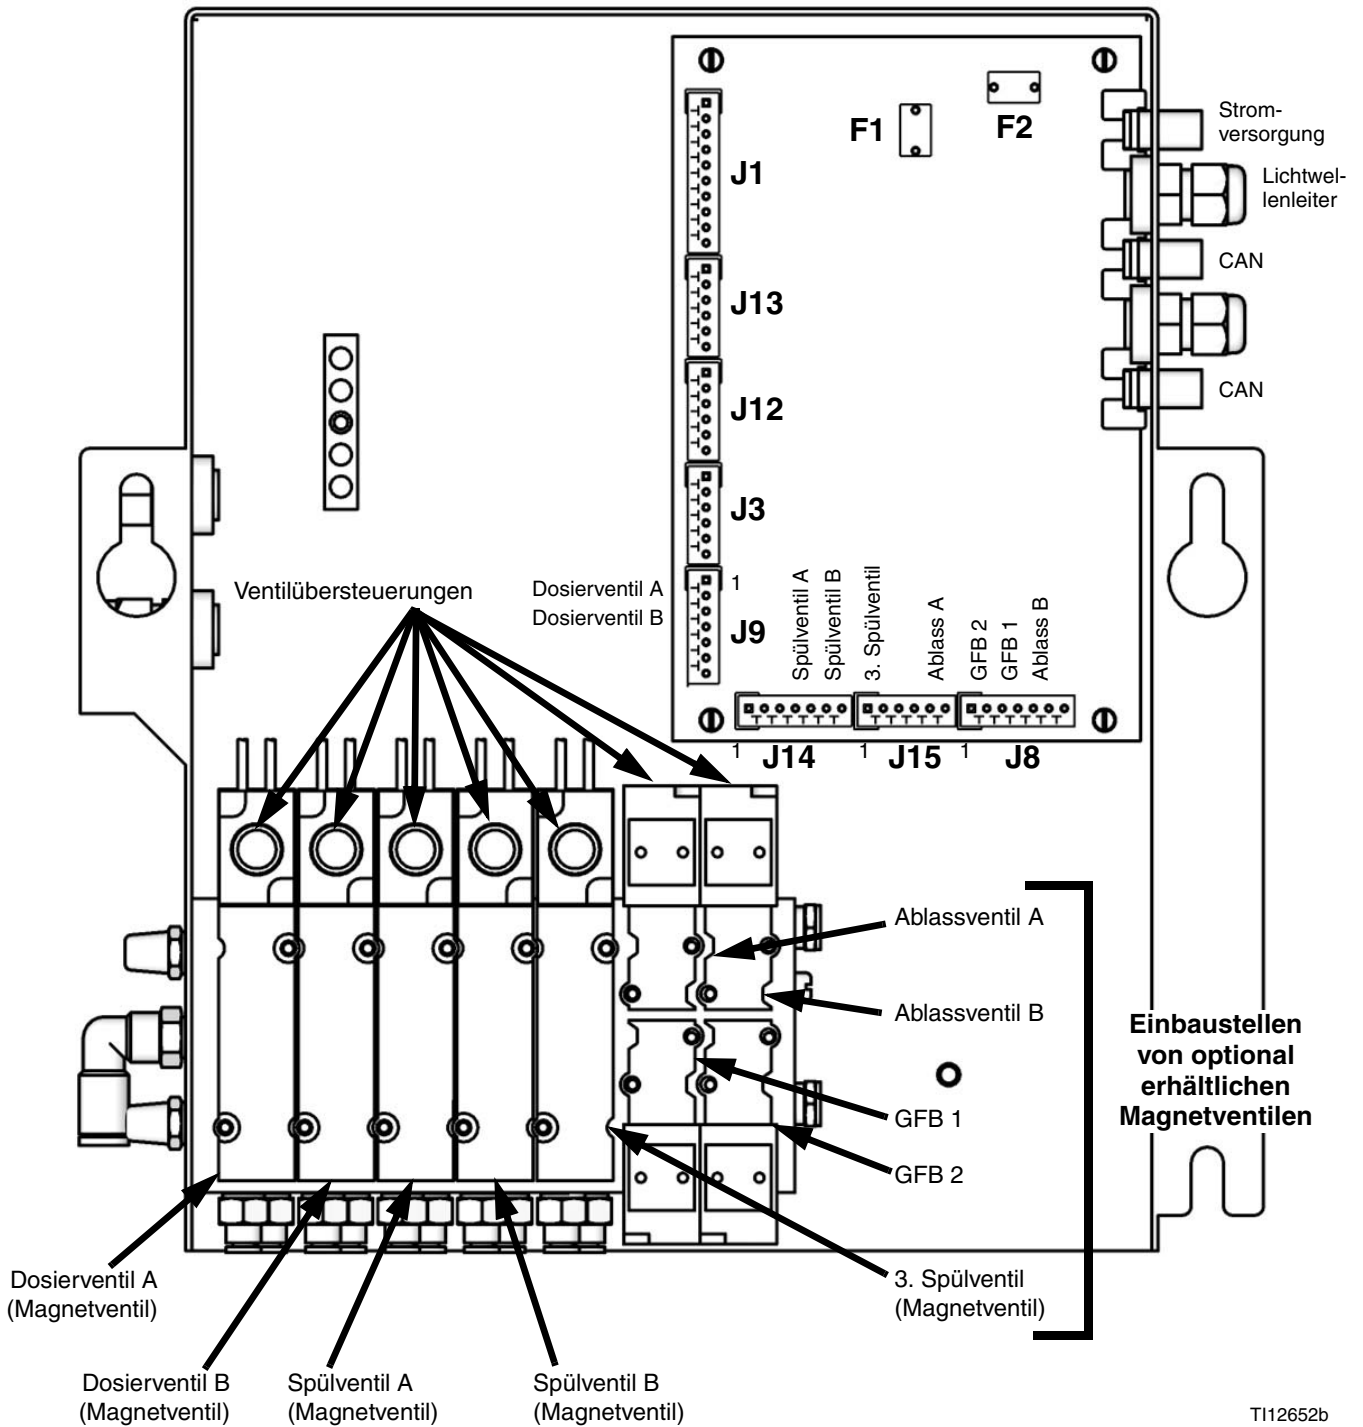

ABB. 4: Platine und Magnetventile der Materialstation
2. Drücken Sie bei betätigtem Pistolenabzug die manuelle Übersteuerung an den Dosiermagnetventilen A und B, um den Druck zu entlasten. Siehe ABB. 4.
5. Drücken Sie bei betätigtem Pistolenabzug die manuelle Übersteuerung an den Spülmagnetventilen A und B, um den Luft- und Lösemitteldruck zu entlasten. Siehe ABB. 4. Vergewissern Sie sich, dass der Lösemitteldruck auf 0 herabgesetzt wurde.
3. Betätigen Sie die Übersteuerung des Ablassmagnetventils der Komponente A und halten Sie diese gedrückt, ABB. 4.
5. Betätigen Sie die Übersteuerung des Ablassmagnetventils der Komponente B und halten Sie diese gedrückt, ABB. 4.
7. Betätigen Sie die Übersteuerung des Ablassmagnetventils der Komponente A und halten Sie diese gedrückt, ABB. 4.
9. Betätigen Sie die Übersteuerung des Ablassmagnetventils der Komponente B und halten Sie diese gedrückt, ABB. 4.
3. Magnetventil defekt.	<p>Betätigen Sie die Ventile manuell: Nehmen Sie dazu die Abdeckung der Materialstation ab und halten Sie dann die Magnetventilübersteuerungsschalter gedrückt und lassen Sie diese wieder los. ABB. 4.</p> <p>Verwenden Sie die Diagnosefunktionen der Platine, um die Signale zu überprüfen. Wenn die Signale nicht korrekt erfolgen, gehen Sie zu Ursache 4.</p> <p>Die Ventile sollten sich rasch öffnen und schließen. Wenn die Ventile langsam ansprechen, könnte dies folgende Ursachen haben:</p> <ul style="list-style-type: none"> • Der Luftdruck zu den Ventilsteuervorrichtungen ist zu niedrig. Siehe Ursache 1. • Das Magnetventil ist verstopft. Achten Sie darauf, dass in der Luftzufuhr ein 5-Mikron-Filter installiert ist. • Irgendetwas verstopft das Magnetventil oder die Leitung. Überprüfen Sie die Luftabgabe aus der Luftleitung bei Betätigung des jeweiligen Ventils. Beseitigen Sie die Verstopfung. • Ein Dosierventil ist zu weit eingedreht. Hinweise zur Einstellung finden Sie in der ProMix 2KS Betriebsanleitung. • Materialdruck ist zu hoch und Luftdruck ist zu niedrig. • Materialdichtung in Ventil ausgefallen. Reparaturhinweise finden Sie im entsprechenden Ventilhandbuch.